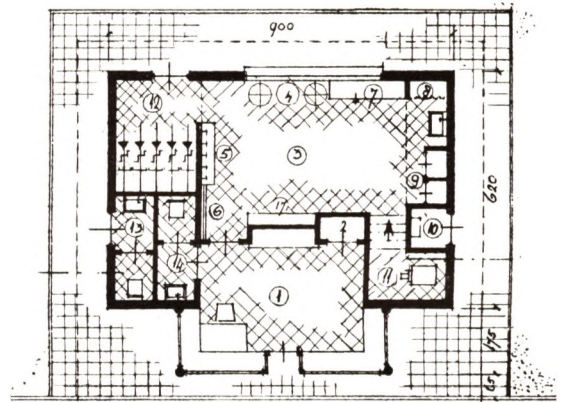

Fig. 3
Fig. 3 geeft een voorbeeld van een zeer groot benzine-station, volgens de eisen van de Rijkswaterstaat voor benzinestations langs rijkswegen. In de verkoop-ruimte (1) bevindt zich een kast voor E.H.B.O. (2). Van de verkoopruimte uit voert een deur naar het herentoilet (14), terwijl het damestoilet (13) de in-